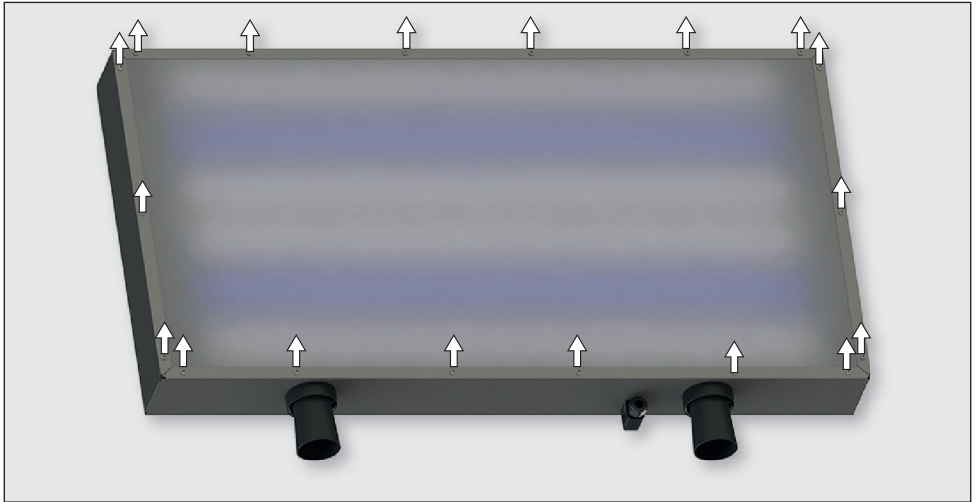

Abb. 34 Lichtkassette auf den Rücken legen und Schrauben entfernen
4. Lichtkassette umdrehen und vorsichtig auf eine weiche Unterlage legen, so dass die Leuchtstoffröhren oben zu liegen kommen (Abb. 34).